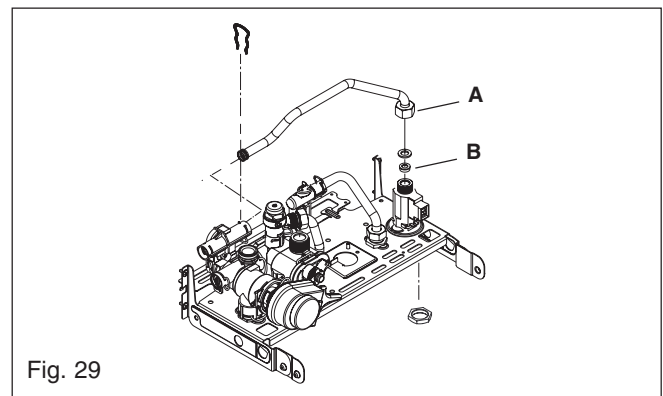

Fig. 29
**6.19 FLOW RESTRICTOR fig. 29**
### 6.20 DHW FLOW SWITCH fig. 29